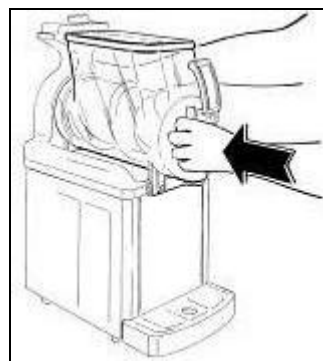

Abb. 24
- Setzen Sie den Behälter in seine Aufnahme ein und prüfen Sie, ob er passgenau an seiner Dichtung anliegt (siehe Abb. 24)